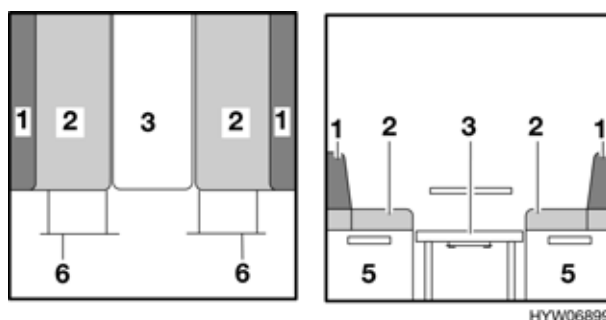

Fig. 74 Durante la trasformazione
- Estrarre la prolunga del cassone letto (Fig. 74,6).
- A seconda del modello si deve usare al posto del cuscino dello schienale (Fig. 74,1) un cuscino aggiuntivo in dotazione.